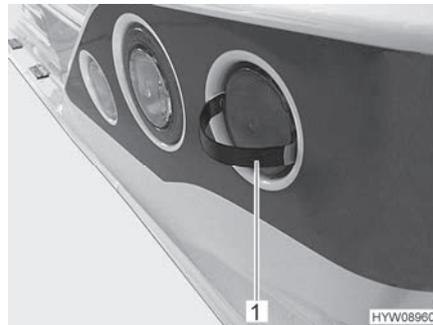

Bild 134 Abdeckung abnehmen
- Rastungen des mitgelieferten Werkzeugs (Bild 134,1) wie dargestellt neben der Abdeckung einstecken.